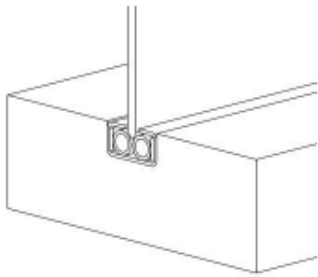

Abb. 6
- Sofern vorgesehen, ist nun das Bodenstück bauseits mit einem Fließmörtel (Abb. 6). einzugießen.